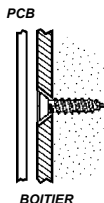

Figure B.4: Position de la vis de fixation
- Fixez la couverture arrière en utilisant deux vis et remplacez le PCB. Utilisez l'ISO 7050 (ST3.5 x 22) ou des vis similaires pour que la tête de la vis ne touche pas le PCB – voir Figure B.4.